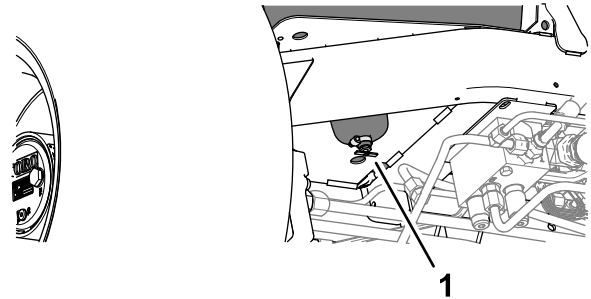

Figura 131
2. Coloque un envase de vaciado bajo la válvula de drenaje en el parte inferior del depósito de combustible (Figura 131).